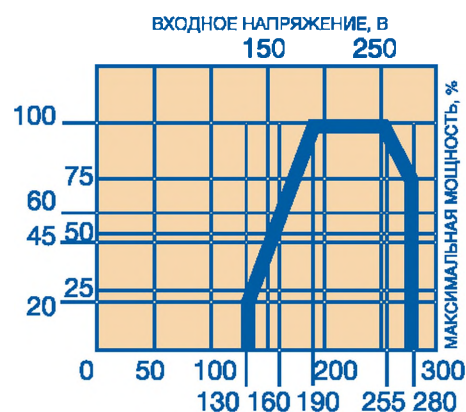

Рис. 2.
4) Максимальная полная мощность нагрузки в диапазоне входного напряжения 190 В + 255 В, ВА (Рис. 2)
3.3. Общая полная мощность подключаемых к выходной цепи стабилизатора потребителей электроэнергии определяется с учетом зависимости максимальной полной выходной мощности от входного напряжения (Рис. 2) и определенного по пп. 3.2 диапазона входного напряжения.